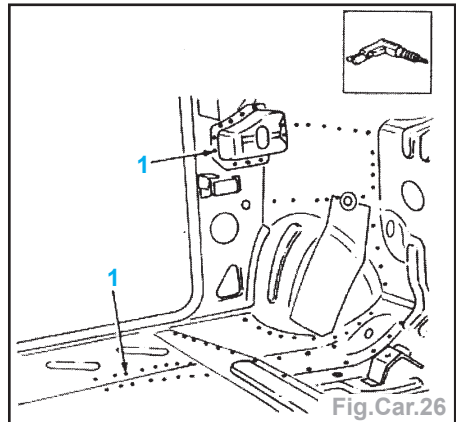

Fig.Car.26
- Dépointer à la perceuse les points de soudure (1) (Fig.Car.26).